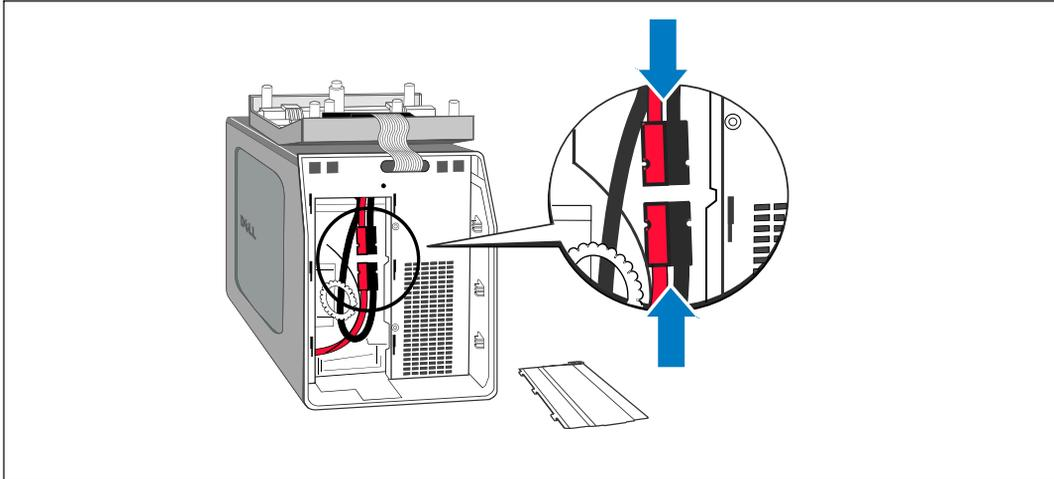

Abbildung 12. Anschluss des internen Batterieansteckers
- Den Anschluss der inneren Batterie verbinden (siehe Abbildung 12).